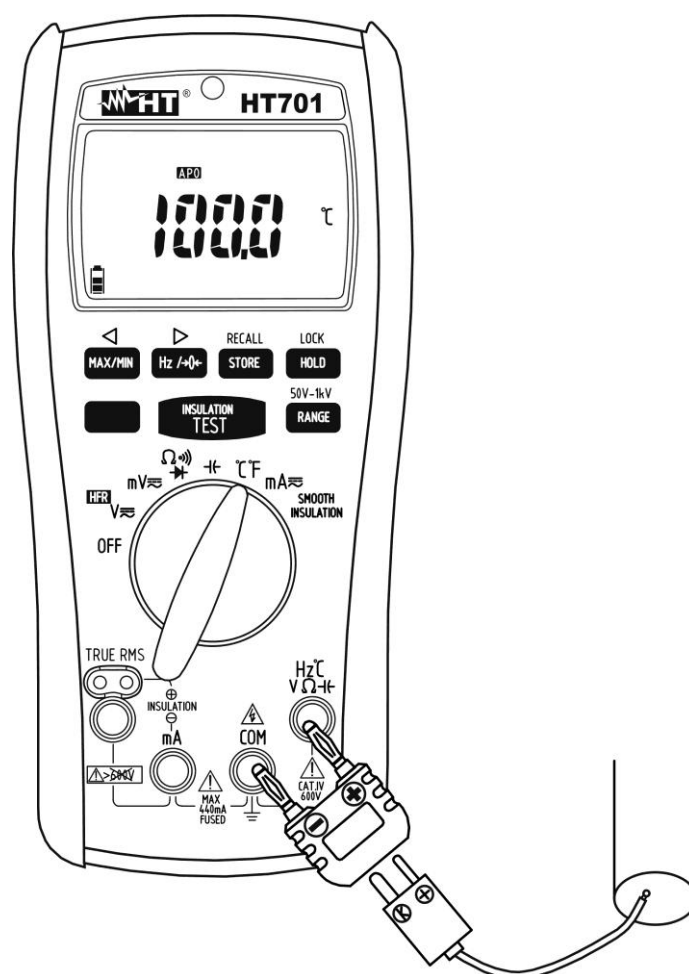

Fig. 9: Uso do instrumento para medir Temperaturas
3. Inserir o adaptador fornecido nos terminais de entrada **Hz°C V Ω Hz** e **COM** respeitando as cores vermelho e preto presentes nos mesmos (consultar a Fig. 9)